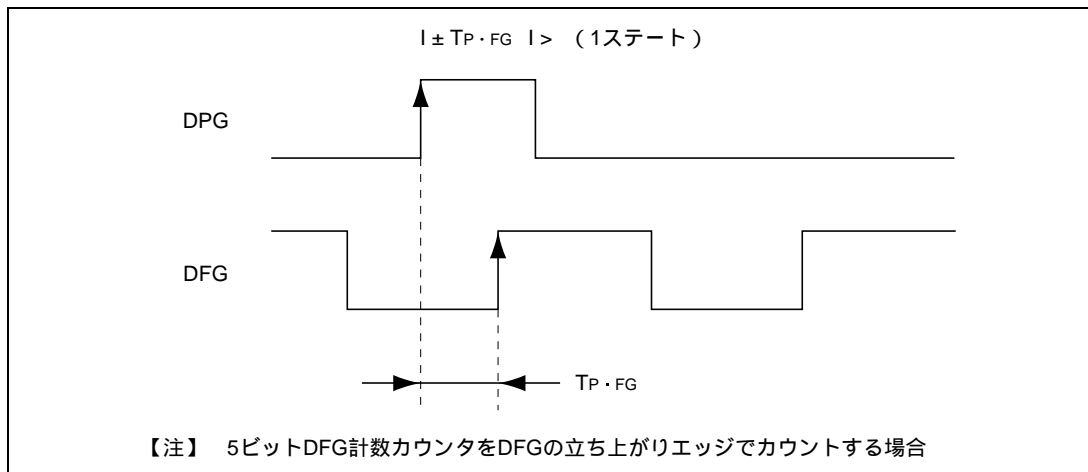

図 26.25 DPG と DFG の入力タイミング
- (1) 5ビットDFG計数カウンタと16ビットタイマカウンタにより動作しているときにDPG、DFG信号が入力されなくなった場合、16ビットタイマカウンタはクリアされません。そのため、16ビットタイマカウンタがフリーランニング状態になり、16ビットタイマカウンタによる周期的な一致検出が行われます。この状態では、HSWタイミング生成回路による信号の出力の周期は、DPGまたはDFGとは無関係の周期となります。
- (2) HSWモードレジスタ2 (HSM2) のモード指定ビット (LOP) はFIFOデータをライトする直前に指定してください。
- (3) DPGの立ち上がりエッジとDFG計数エッジは、同タイミングとにならないように入力してください。同タイミングで入力された場合、DFGの計数カウントアップと5ビットDFG計数カウンタのクリアが同時に発生しカウンタのクリアが優先されます。これにより、5ビットDFG計数カウンタの値が1カウントずれることとなります。DPGとDFGの入力タイミングを図26.25に示します。
- (4) FIFO出力を20段出力モードで使用し、ドラム系を停止させた場合は、HSM2レジスタのSOFGビットをソフトウェアで0 1 0と書き換え、FIFO出力段を必ずFIFO1側に初期化してください。また、FIFO1、FIFO2のデータをクリアし、全て書き直してください。